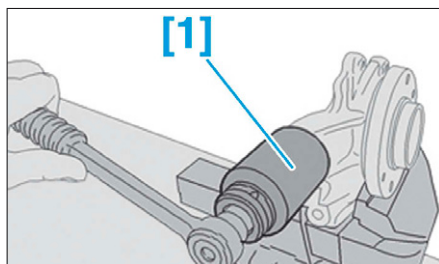

FIG. 18
- Déposer la rotule de pivot à l'aide de l'outil [1] (Fig.18).